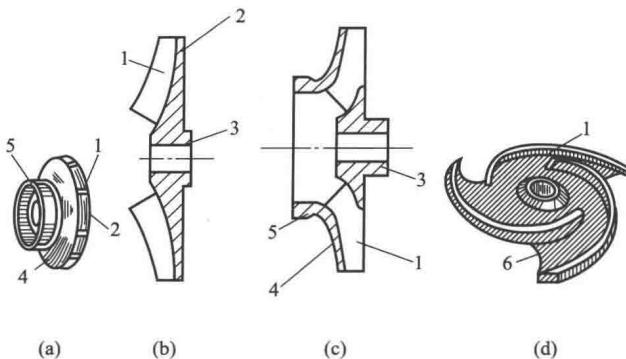

图 1-2 离心泵叶轮
离心泵叶轮如图1-2所示，有4种形式。
如图1-2(a)所示，由前后盖板及叶片组成，应用最多、效率高，适于输送清水及黏度较小的液体。
##### (2) 前半开式叶轮 [图1-2(b)]
##### (3) 后半开式叶轮 [图1-2(c)]
##### (4) 开式叶轮 [图1-2(d)]